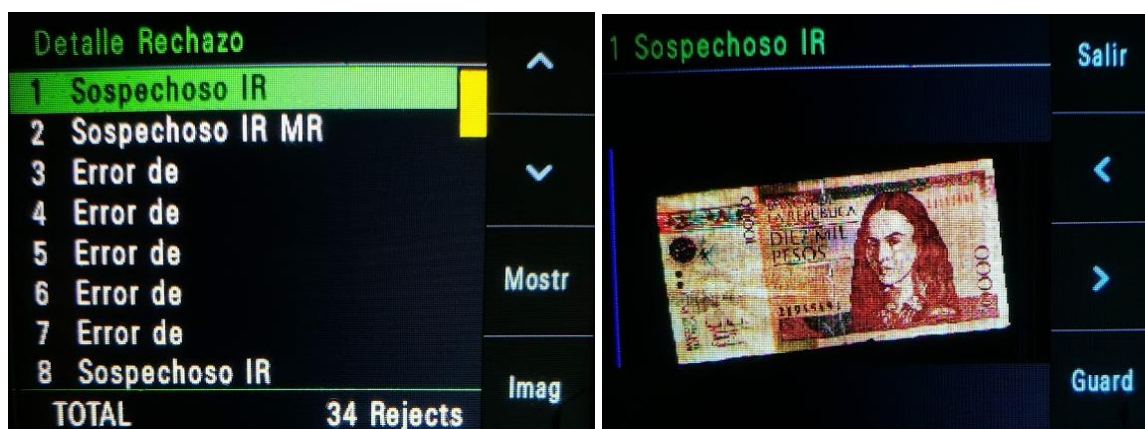

Fig. 17 - Ver y guardar imagen de un billete rechazado
- Presione [Imag] cuando esté en la ventana de detalles de billetes rechazados para ver la imagen de los billetes rechazados. Se abrirá una nueva ventana como en la Fig. 17.